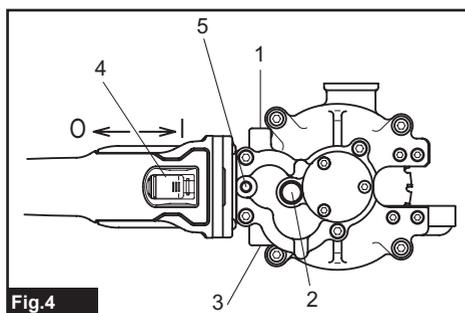

Fig.4
- Fig.4: 1. Posição da alça (paralela / lado esquerdo) 2. Botão de Travamento 3. Posição da alça (paralela / lado direito) 4. Comutador 5. Posição da alça (vertical / lado superior)